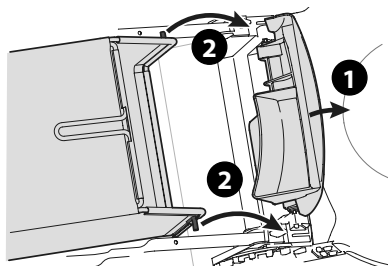

Figure 8
- Soulevez le couvercle d'éjection arrière de la tondeuse. Voir (Figure 8).